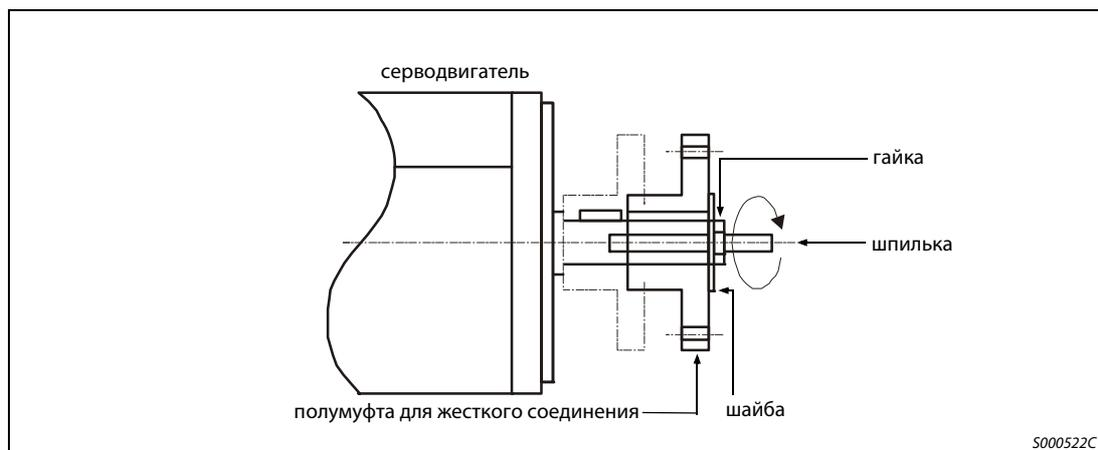

Рис. 2-4: Монтаж шкива
- При монтаже муфты для жесткого шпоночного соединения используйте резьбовое отверстие в конце вала двигателя (см. рис. 2-4). Вверните шпильку в вал двигателя и насадите полумуфту. Наложите шайбу на полумуфту и наверните гайку на шпильку. Затягивая гайку, напрессовывайте полумуфту на вал. Для монтажных работ на валу серводвигателя ни в коем случае не используйте молоток.